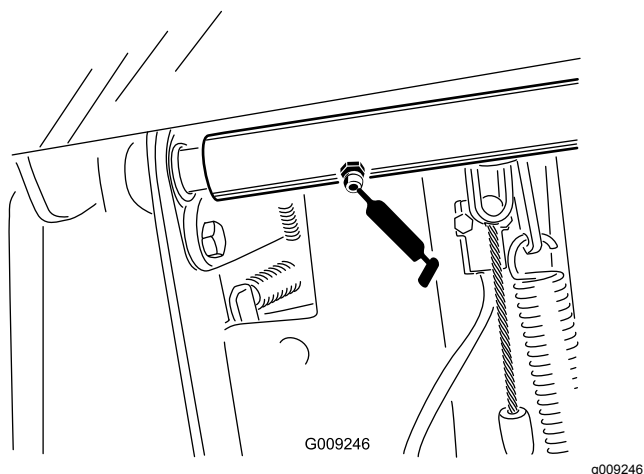

Figure 58
- Roulements d'axe de pivot de la pédale de frein (2) (Figure 58)